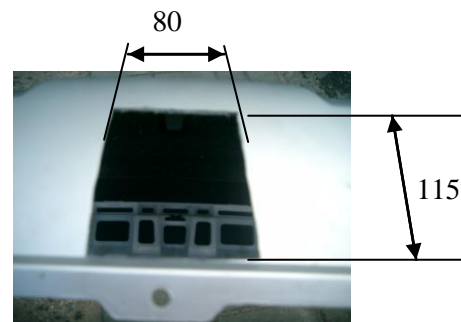

Рис.2. Вырез в бампере.
4.6 Сделать в бампере вырез (115мм глубиной, 80мм шириной). См. рис.2. Установить снятые детали (кроме буферного бруса) на место.